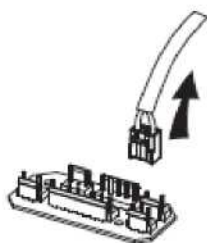

Abb. 2
- Suchen Sie die Klemme des Lichtanschlusskabels und ziehen Sie es heraus. Siehe Abb. 2